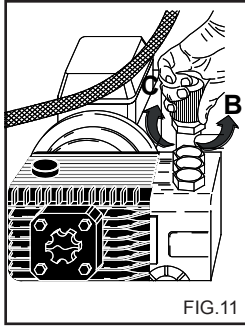

FIG.11
Este capítulo diz respeito apenas aos modelos equipados com o dispositivo "Regulador de pressão". O dispositivo regulador de pressão, fig. 11, permite regular a pressão de trabalho. Rodando o manípulo C no sentido inverso ao dos ponteiros do relógio (B) (mínimo) obtém-se uma redução da pressão de funcionamento.